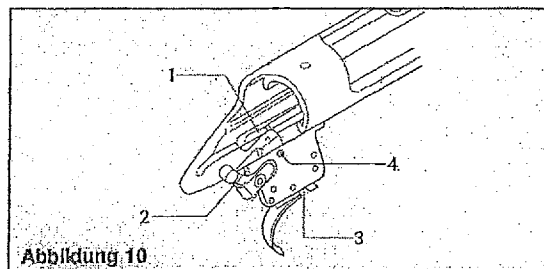

Abbildung 10
6. Die Aufnahme und die vier Spitzen der Abzugseinheit mit Rem™-Öl besprühen. Siehe Abbildung 10. 15 Minuten lang stehen lassen. Nochmals besprühen, um die Komponenten abzuspolen. Überschüssigen Schmierstoff abschüteln.